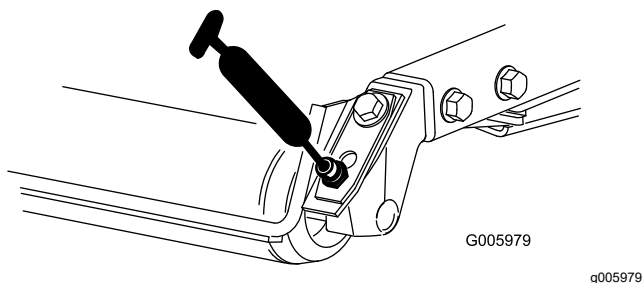

図 41
- 図 41に示す、後ローラのベアリングカッティングユニット 1 台に 2 ヶ所